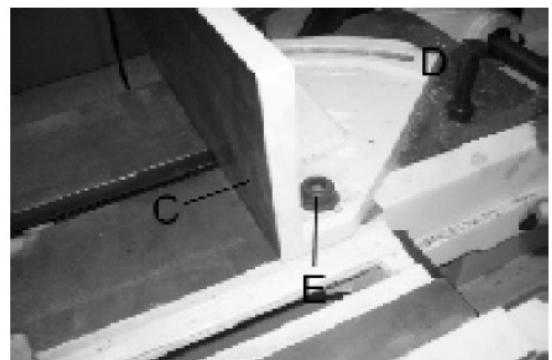

Рис. 13
1. Повернуть правую губку тисков (C) вправо до упора и зафиксировать пружинную зажимную рукоятку (D) (рис. 13).
2. Воспользоваться комбинированным угольником с линейкой (E): установить один конец угольника напротив губок тисков, а другой конец – напротив режущего полотна, как показано на рис. 13. Убедиться, что губки тисков находятся под прямым углом к режущему полотну.